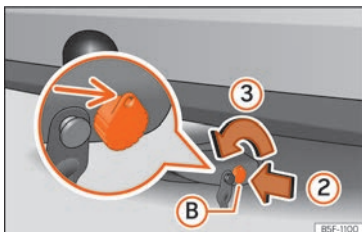

Fig. 271 Desbloquear cerradura
- Introduzca la llave (B) en la cerradura en sentido de la flecha (2) »» fig. 271.
- Gire la llave en el sentido de la flecha (3) de la manera, que la parte agujereada de la llave se muestra hacia arriba.